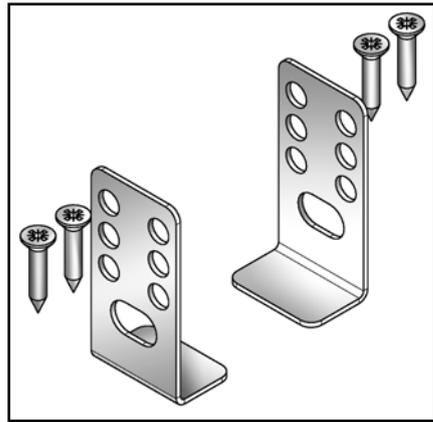

Abb. 2
- Anz. 2 Befestigungsbügel für hinten + Anz. 4 Schrauben für Spanplatten 4,5 x 16 mm (**Abb. 2**).